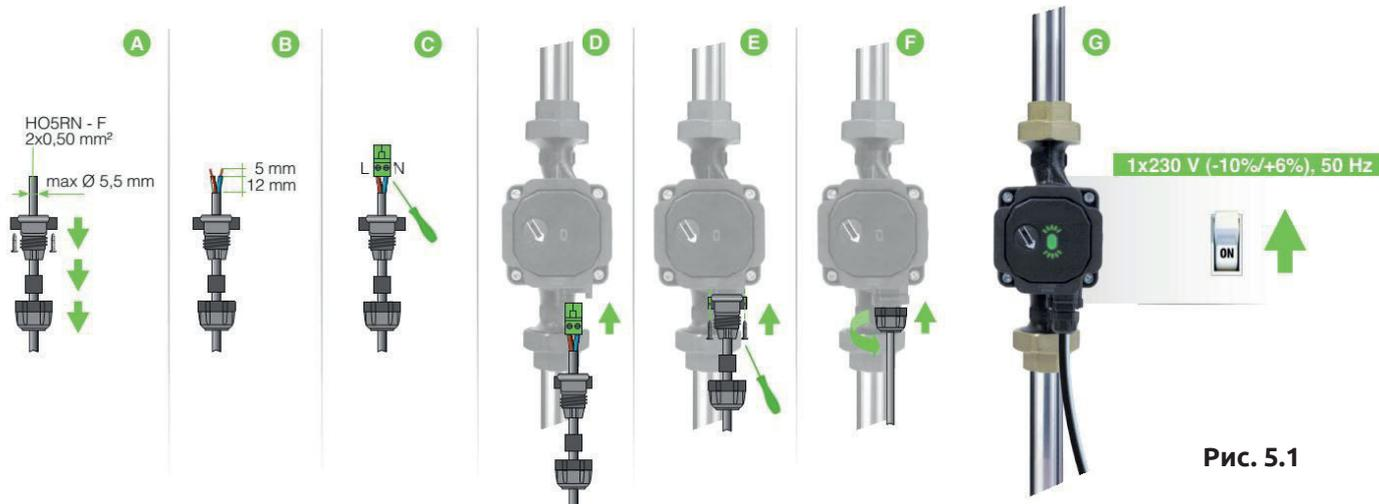

Рис. 5.1
2. Вставьте панель контактов в предусмотренное место и убедитесь, что синий провод (нейтральный) подключен к N, а черно-коричневый провод (фаза) - к L (Рис. 5.1.D).
3. Закрутите два болта (Рис. 5.1.E - крутящий момент не должен превышать 0,3 Нм)..
4. Затяните уплотнительную гайку на вводе кабеля (Рис. 5.1.F - крутящий момент не должен превышать 2 Нм).
5. Когда светодиодная индикаторная лампа включена, на устройство подается питание (Рис. 5.1.G).